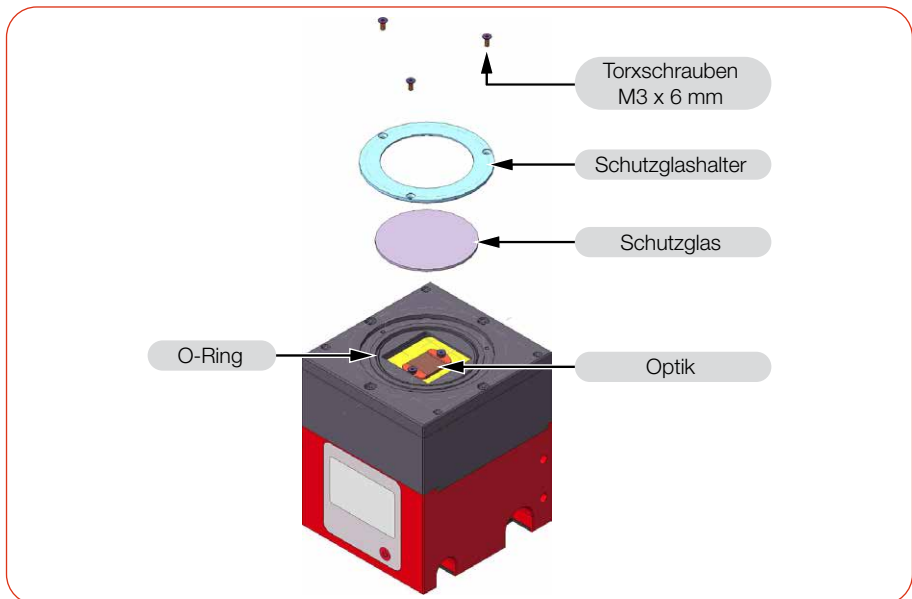

Abb. 12.1: Schutzglas wechseln
5. Legen Sie das Gerät gemäß der Abb. 12.1 auf Seite 62 ab und nehmen Sie den Schutzglashalter vorsichtig nach oben ab.
9. Setzen Sie den Schutzglashalter gemäß der Abb. 12.1 auf Seite 62 auf.